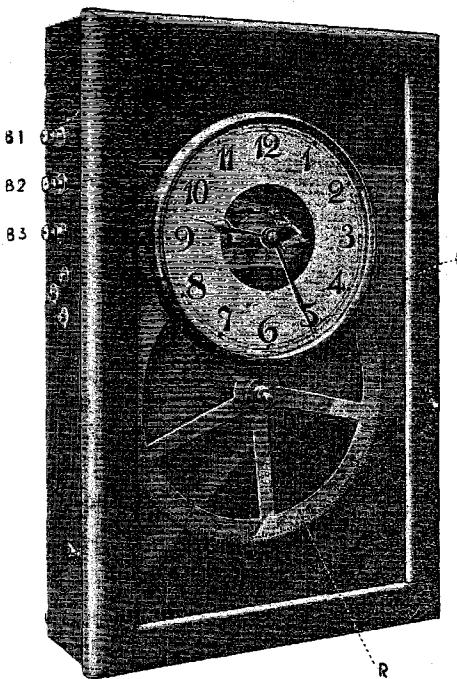

FIG. 18. — Réceptrice à déclenchement de sonneries.
Description. — Cette réceptrice à déclenchement (fig. 18) est actionnée par un régulateur ATO, comme une pendule réceptrice ordinaire.
I. — Mise en marche de la Réceptrice. — Pour le transport de l'appareil on immobilise le balancier du mécanisme horaire récepteur qui se trouve à l'arrière de la plaque de base supportant le mécanisme. Cette plaque est fixée dans le cabinet par une charnière et un écrou E (fig. 18). Il faut retirer cet écrou, faire tourner le mécanisme et retirer les liens immobilisant le balancier.
II. — Canalisations et connexions. — Sur le côté gauche du cabinet (fig. 18) on voit les bornes B_1 , B_2 et B_3 . A l'intérieur la borne B_1 est reliée à la masse de l'appareil. La borne B_2 est reliée au ressort de contact isolé de l'interrupteur sonnerie, dont le bras est à la masse. Une extrémité de la bobine du mécanisme horaire est reliée à la borne B_3 et l'autre extrémité à la masse.